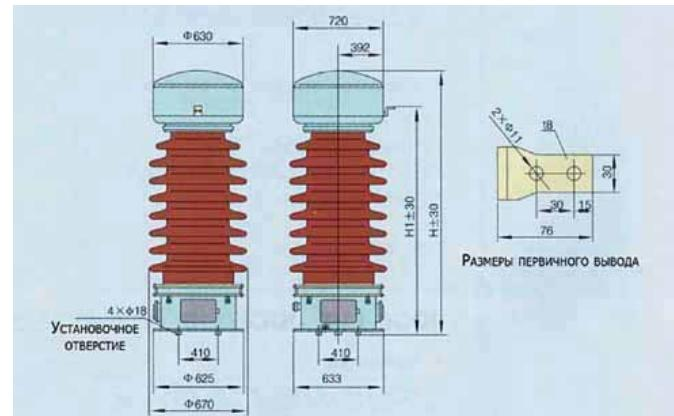

Рис. 6.1 Трансформатор напряжения JSQH-126
6. Внешний вид и размеры (см. рис. 6.1, таблицу 6.1)